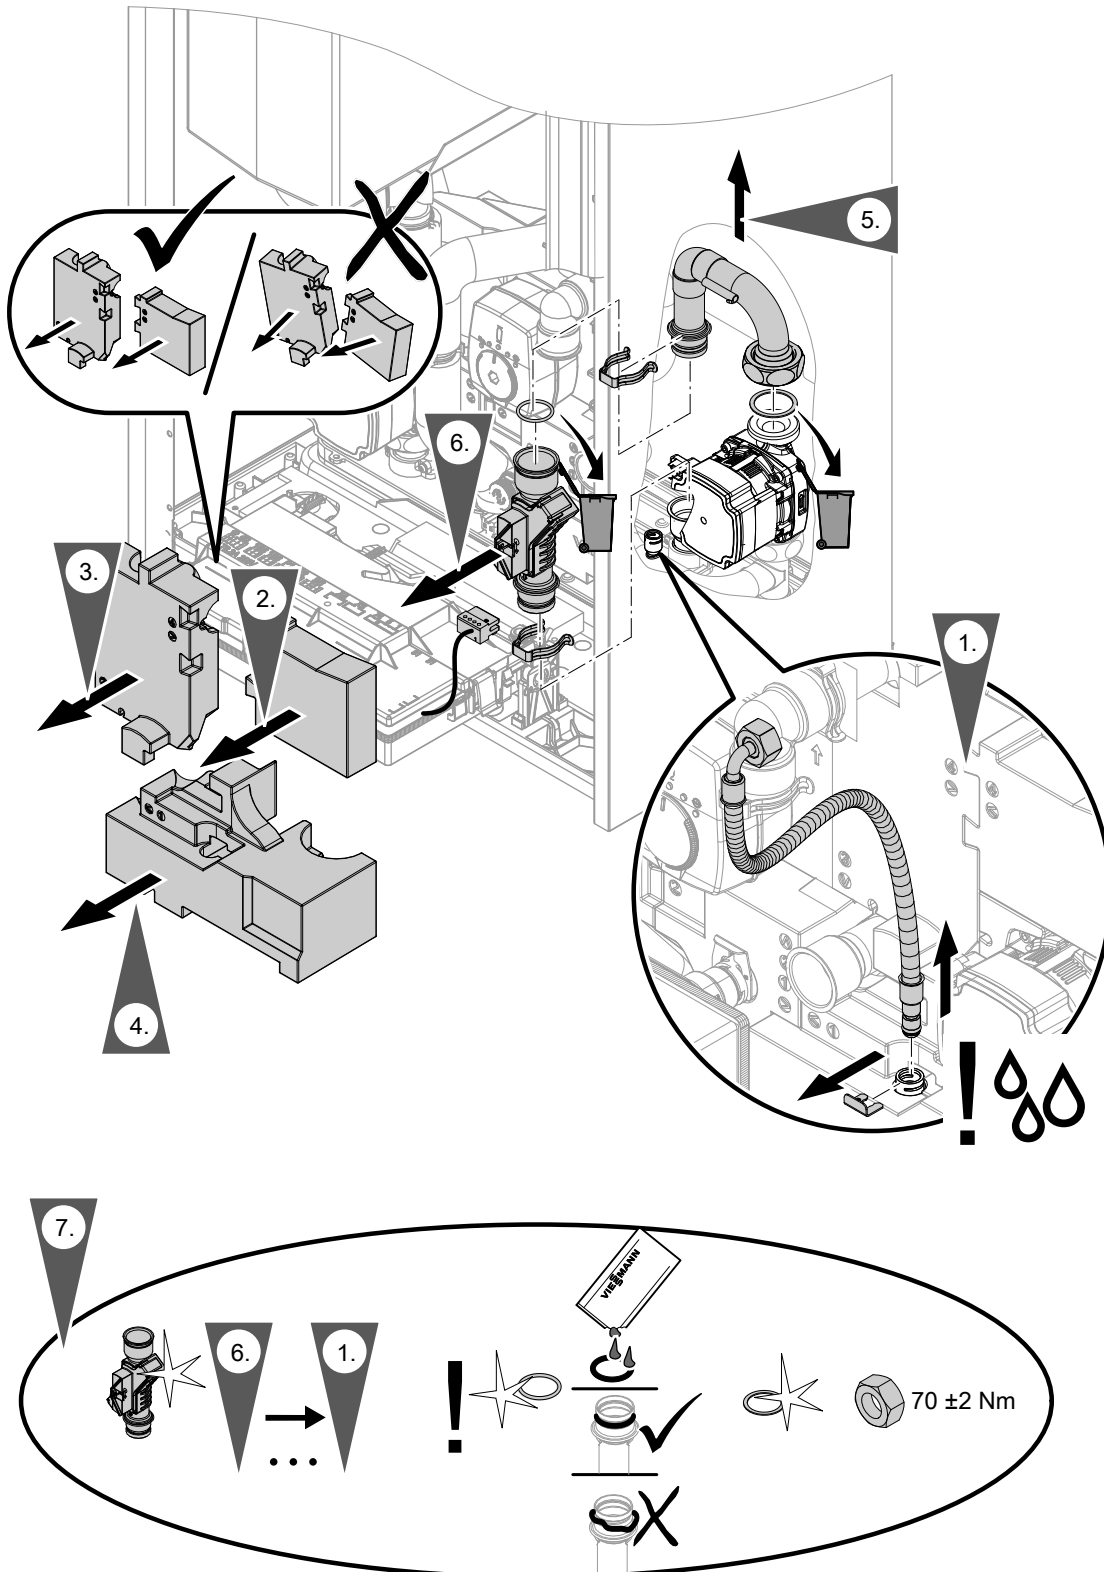

Abb. 93
- Anschlussleitung Volumenstrahmsensor: Siehe Abb. 93.